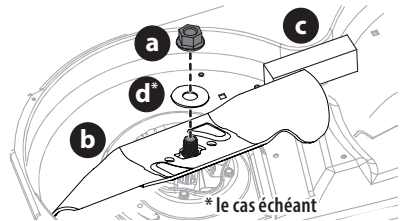

Figure 31
2. Placez une cale de bois (c) entre le carter du plateau de coupe et le tranchant de la lame (b) pour aider à débloquer l'écrou hexagonal (a) et la rondelle (d)* qui fixe la lame (b). Utilisez une clé de 15/16 po pour desserrer l'écrou hexagonal (a) et la rondelle (d)* (Figure 31).
- Serrez les écrous hexagonaux (a) à 95 à 122 N-m (70-90 pi-lb) (Figure 31 à la page 90).